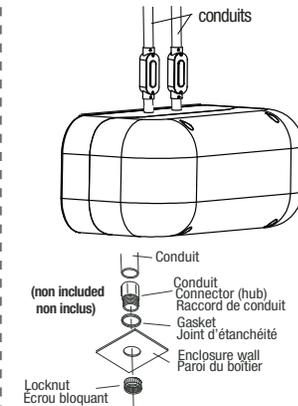

Fig. 3
**NOTE:** For conduit electrical connections only (Fig. 3, optional, not included), cut hole into the top of the housing. First secure the conduit connector (hub) onto the conduit. Then secure the conduit connector (hub) into the prepared enclosure hole using the connector locknut.
**NOTE :** Pour les connexions électriques avec conduit seulement (Fig. 3, optionnel, non inclus), découper un trou dans le côté supérieur du boîtier. Attacher le raccord au conduit. Puis attacher le raccord dans le trou du boîtier avec l'écrou bloquant.